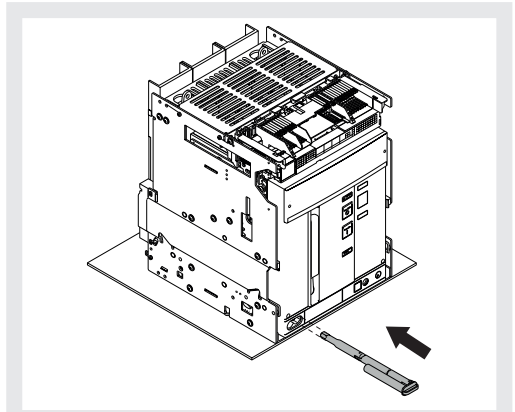

Abbildung 48
13. Die Handkurbel in ihren Ruhesitz zurückstecken. Siehe Abbildung 48.